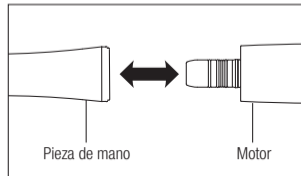

Fig. 1
- 1) Conecte la pieza de mano directa al motor (Fig. 1).